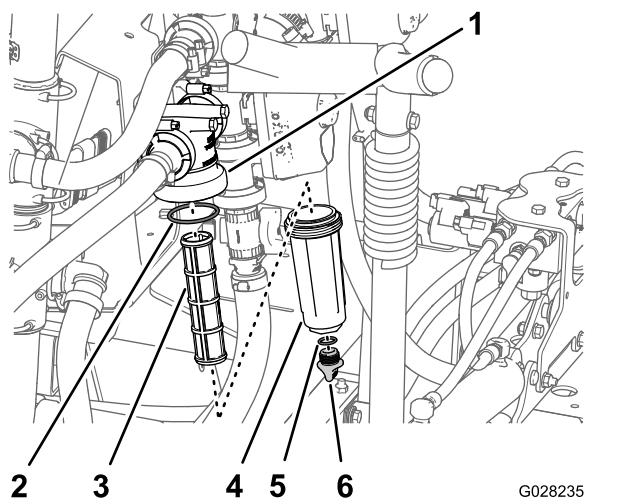

Figure 23
2. Placez un bac de vidange sous le filtre sous pression (Figure 23).
3. Tournez le bouchon de vidange dans le sens antihoraire et déposez-le de la cuvette du filtre sous pression (Figure 23).
4. Tournez la cuvette dans le sens antihoraire et déposez la tête du filtre (Figure 23).
5. Retirez l'élément du filtre sous pression (Figure 23).
7. Contrôlez l'état et l'usure du joint du bouchon de vidange (à l'intérieur de la cuvette) et du joint de la cuvette (à l'intérieur de la tête du filtre) (Figure 23).
8. Montez l'élément filtrant dans la tête du filtre sous pression (Figure 23).
9. Vissez la cuvette sur la tête du filtre et serrez-la à la main (Figure 23).
10. Vissez le bouchon de vidange sur le raccord au fond de la cuvette et serrez-le à la main (Figure 23).